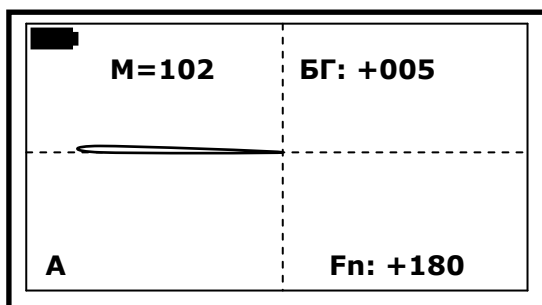

Рис. 16
4. медленно и плавно поднесите датчик к грунту сверху вниз, избегая ударов датчиком о траву, камни и другие объекты. Скорость поднесения датчика должна быть такой, чтобы он опустился до уровня грунта приблизительно, за одну - две секунды. При поднесении датчика к грунту, на дисплее будет вырисовываться линия из центра в левую сторону экрана* (Рис. 16). Опускайте датчик до тех пор, пока линия не дойдет до левого края дисплея, не допуская ударов датчиком о грунт, густую траву и т.д.